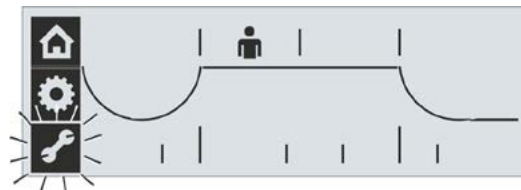

Fig. 1: Selecionar o menu 'Parâmetro':
4. Selecionar o menu 'Parâmetro': Girar o controle de drive até que o símbolo da chave pisque inversamente (Fig. 1).